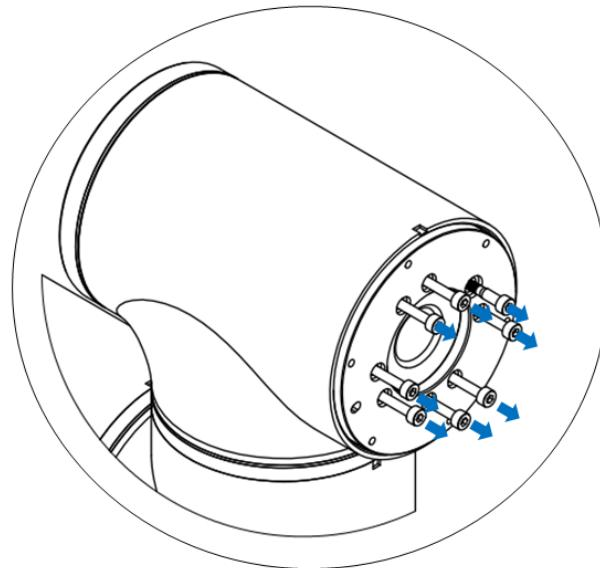

图 3-12 拆卸 J6 轴模组法兰固定螺钉
**步骤4** 使用内六角扳手拆卸固定 J6 轴模组的法兰固定螺钉，取下 J6 轴法兰，如图 3-12 所示。